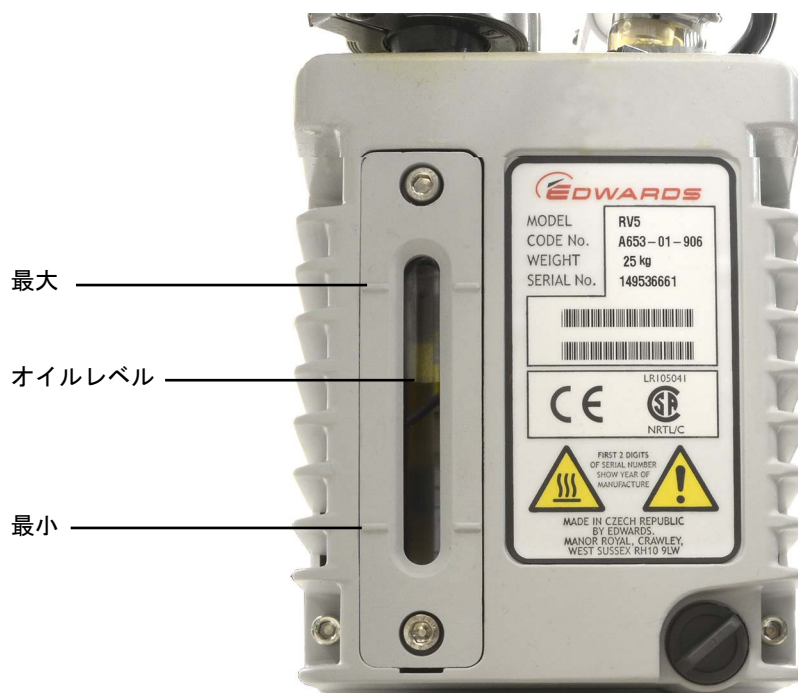

図 16 オイルレベルの確認
- 4 オイルレベルが、オイルレベルウィンドウ横の最大マーク付近になるまで新しいポンプオイルを追加します。オイルレベルは最大レベルを超えないようにします。80 ページの図 16 を参照してください。
- 6 オイルレベルが、オイルレベルウィンドウ横の最大マーク付近になるまで新しいポンプオイルを追加します。オイルレベルは最大レベルを超えないようにします。80 ページの図 16 を参照してください。